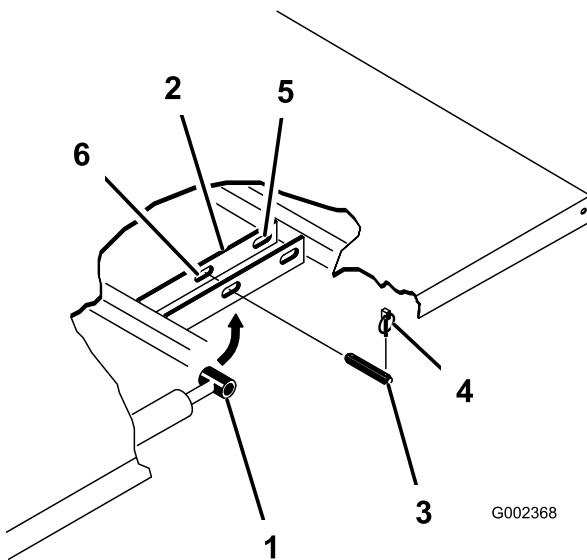

Figura 32
3. Retire los pasadores de seguridad de los extremos exteriores de los pasadores de las varillas de los cilindros (Figura 32).
4. Retire los pasadores que fijan las rótulas de las varillas de los cilindros a las chapas de montaje de la plataforma empujando los pasadores hacia dentro (Figura 32).
5. Retire los pasadores de seguridad y los pasadores que fijan las placas de giro a los perfiles del bastidor (Figura 32).